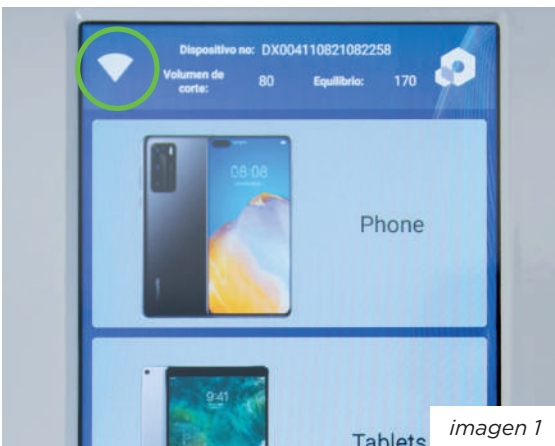

imagen 1
**2.** Compruebe que la máquina está conectada a la red wifi de la tienda. El icono de la esquina superior izquierda indica si la máquina está conectada a una red wifi: si el símbolo aparece sin tachar, significa que está conectada; si aparece tachado, significa que no está conectada. (ver imagen 1)